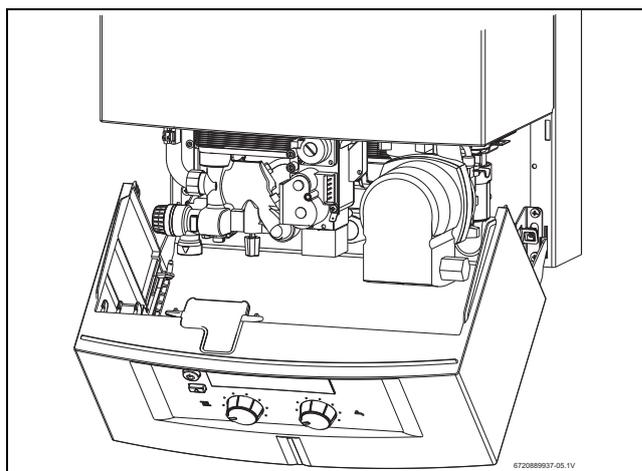

Fig. 28 Position d'entretien pour les réglages du gaz
- ▶ Retirer le panneau de commande et le mettre en position d'entretien (voir fig. 28).
- Retirer le panneau de commande et le mettre en position d'entretien (voir fig. 28).